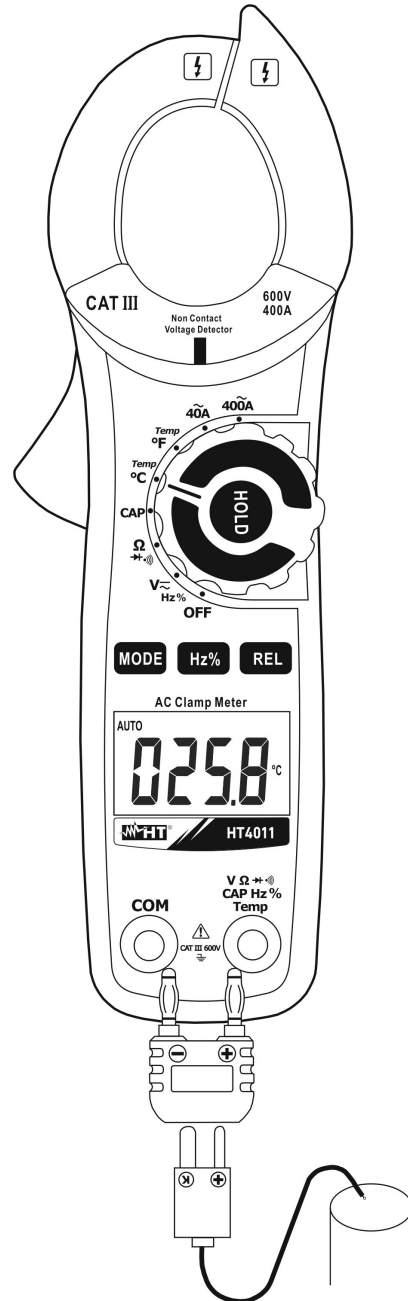

Abb. 8: Verwendung der HT4011 für Temperaturmessung
2. Verbinden Sie den mitgelieferten K-Typ Drahtfühler mit der **V Ω → ← CAP Hz % Temp** und **COM** Eingangsbuchse mit Hilfe des entsprechenden Adapter. Achten Sie dabei auf die Polarität, die in Abb. 8 angegeben ist. Der Temperaturwert erscheint auf dem Display.